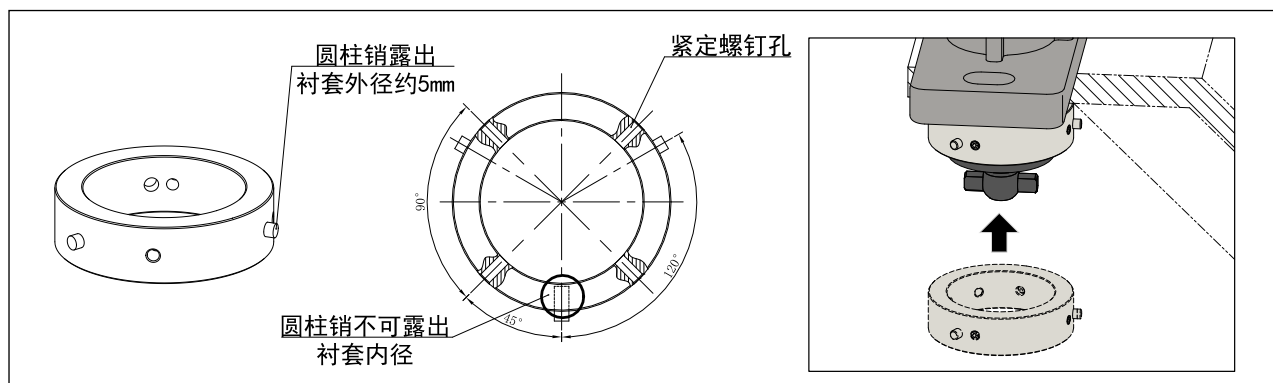

图 8-11 衬套安装
2. 使用5mm内六角扳手,拧紧4套M6螺钉,扭矩: 7~9Nm,将衬套固定在伞齿轮盒下端(见图8-11)。